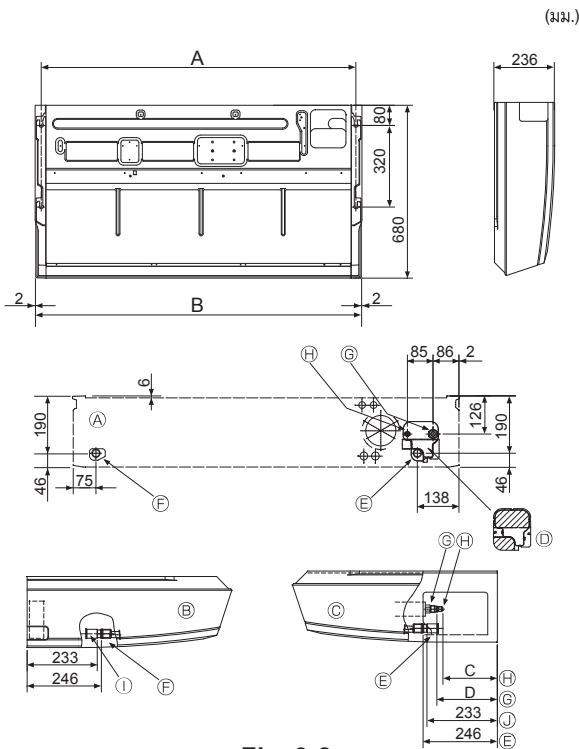

Fig. 3-2
①	วงแหวน	4 อัน
②	ฝาครอบท่อ	1 อัน ขนาดใหญ่ (ใช้สำหรับท่อก๊าซ)
③	ฝาครอบท่อ	1 อัน ขนาดเล็ก (ใช้สำหรับท่อของเหลว)
④	สายรัด	4 อัน
⑤	ตัวเชื่อมต่อ	1 อัน โดยมีคำว่า "UNIT" ติดอยู่
⑥	ฝาครอบข้อต่อ	1 อัน
⑦	ปลอกหุ้มท่อน้ำทิ้ง	1 อัน
⑧	รีโมทคอนโทรลแบบมีสาย	1 อัน
3.2. การเตรียมการติดตั้ง (Fig. 3-2)